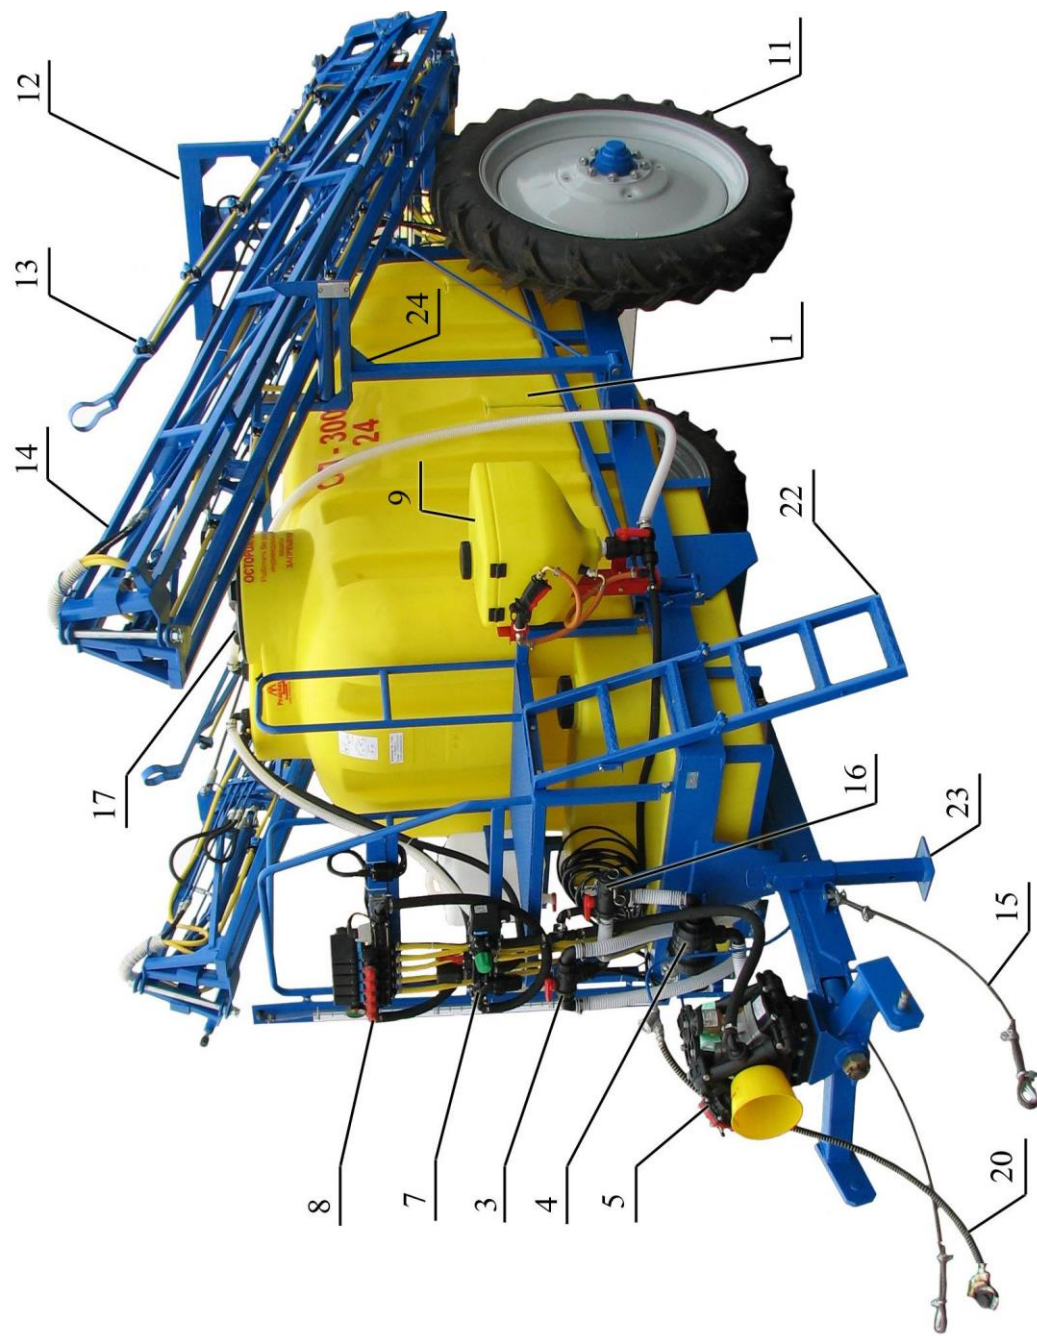

Рис. 1. Опрыскиватель ОП-3000-24(А). Общий вид.
- 2.2. Устройство опрыскивателя показано на *Рис. 1*, а основных узлов – на рисунках 2-9. Гидравлическая схема приведена на *Рис. 11*
Подрисуточные надписи см. на Рис. 1.